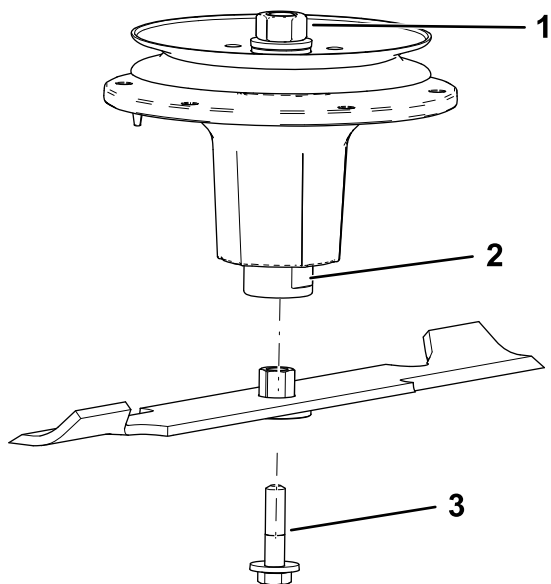

図 80
2. スピンドルシャフトにブッシュ・ブレードアセンブリを取り付ける図 80。